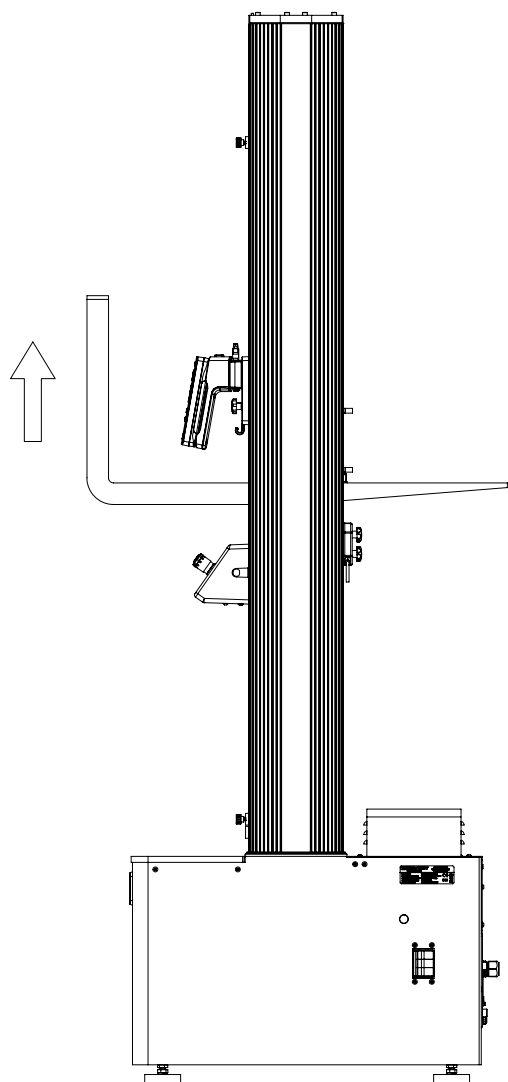

图 23. 将机架从横梁提起
1. 使用具有衬垫叉的铲车，或在横梁周围包裹保护性材料，小心地将铲叉插入立柱间的横梁下。请参阅第 69 页图 23。